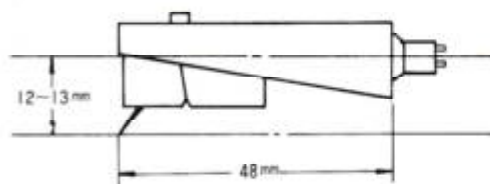

Fig. 13
a) La cartouche du bras de ce système peut être remplacée. On peut donc utiliser les cartouches autres que celle qui est livrée avec l'appareil. Lorsqu'on change la cartouche et la coque, il faut vérifier que la position du style correspond à celle indiquée par la Fig. 13.